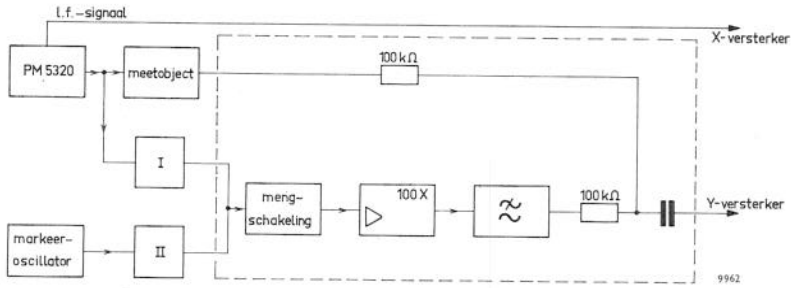

Fig. 6. Opwekken van frequentiemerktekens
Fig. 6 geeft een schematisch overzicht van het principe. De manier waarop de doorlaatkromme ontstaat is al in het voorgaande beschreven en kan hier dus onbesproken blijven.
Tot slot nog enige opmerkingen over de praktische uitvoering. De scheidingsstrappen I en II (fig. 6) hebben een dubbele functie. Ten eerste voorkomen zij eventuele onderlinge beïnvloeding van de beide generatoren en ten tweede verhinderen zij dat het signaal van de markeeroscillator aan het meetobject wordt toegevoerd. Hiertoe zullen katode- of emissorvolgers het beste voldoen. In vele gevallen is een volledige onderdrukking van de ongewenste signalen niet strikt noodzakelijk en mogen deze katode- of emissorvolgers vervangen worden door weerstanden van 330  $\Omega$ .
- De versterker GM4574, waarin het in fig. 6 omlinjnde gedeelte is opgenomen, met uitzondering van de mengschakeling. De bandbreedte van deze versterker moet worden ingesteld op „1 - 1000 Hz”.